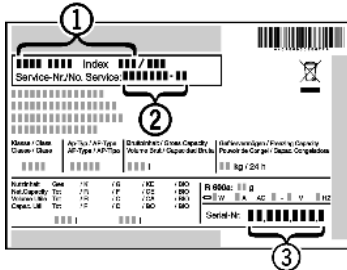

Fig. 4
- ▶ Наименование устройства Fig. 4 (1), сервисный № Fig. 4 (2) и серийный № Fig. 4 (3) считайте с заводской таблички. Заводская табличка находится внутри устройства слева.
- ▶ Обратитесь в сервисную службу и сообщите вид неисправности, наименование устройства Fig. 4 (1), сервисный № Fig. 4 (2) и серийный № Fig. 4 (3).